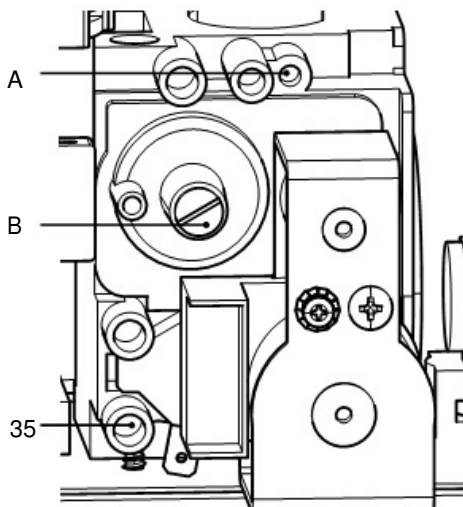

Figura 7.5
- Con la caldera apagada (fuera de servicio), compruebe la presión de alimentación usando la toma 35 de la Figura 7.5 y compare el valor indicado con los mostrados en la tabla Presiones de alimentación de gas de la sección "Datos técnicos M260.2025 SM/T" en la pág. 26.
- Vuelva a cerrar bien la toma de presión 35 de la Figura 7.5.
- Para calibrar el CO₂ de la caldera (presión del gas en el quemador) desenrosque completamente el tapón de protección de latón B y regule el tornillo Allen \varnothing 4 mm situado debajo (Figura 7.5): **girando en el sentido de las agujas del reloj el CO₂ aumenta.**
- Si los dos datos no coinciden, ajuste el tornillo de regulación de máximo RQ (A en la Figura 7.5) de la válvula de gas y calibre el CO₂ al valor indicado en la sección "Datos técnicos" en la tabla "Datos en agua sanitaria", pág. 26 (modelo M260.2025 SM/T) y pág. 29 (modelo M260.3035 SM/T). **Girando en el sentido de las agujas del reloj, el CO₂ disminuye.**